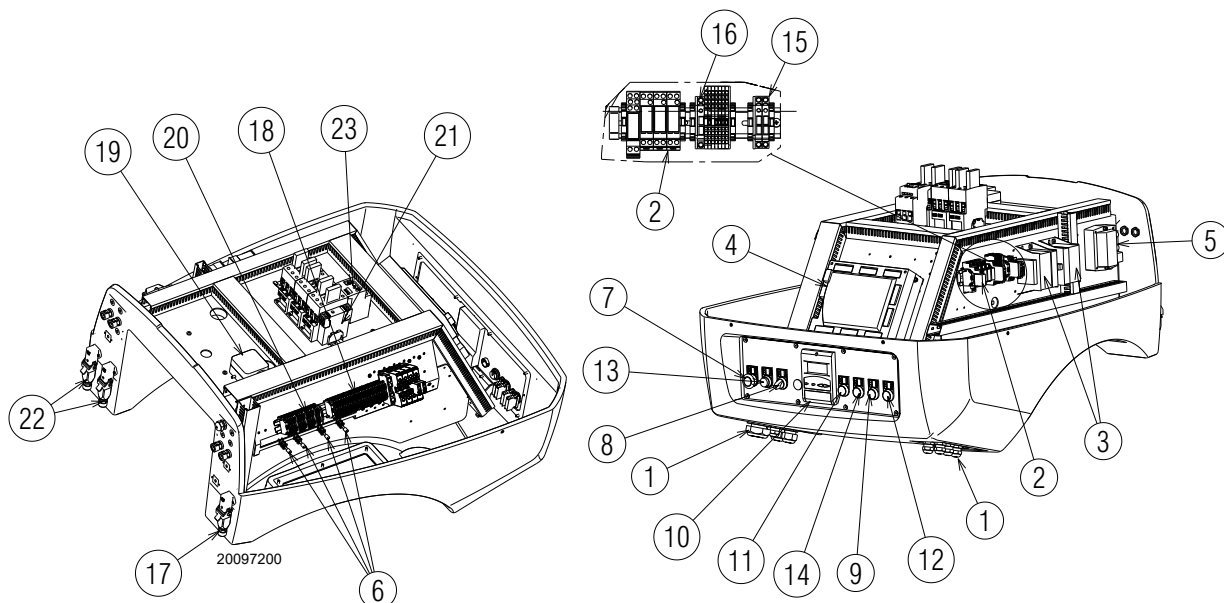

Abb. 6
- **Störschaltung des Gerätes:** Das Aufleuchten der Taste 13)(Abb. 6) (**rote Led**) weist auf eine Störschaltung des Brenners hin. Zur Entriegelung die Taste 13) (Abb. 6) drücken.